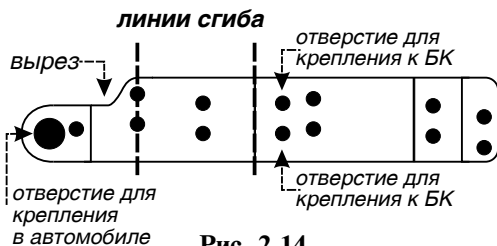

Рис. 2.14
5. Бортовой компьютер устанавливается на двух кронштейнах. Кронштейн, внешний вид которого приведен на рис.2.14, представляет собой металлическую пластину.
6. Согните пластины по линиям сгиба, рис. 2.14, так, как показано на рисунке 2.15. Учитывайте, что кронштейны будут устанавливаться один с правой, другой с левой стороны, сгибайте их в противоположные стороны (зеркально).